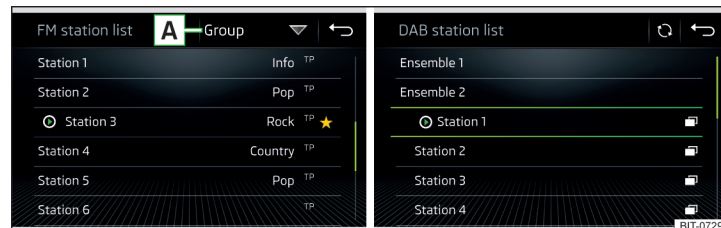
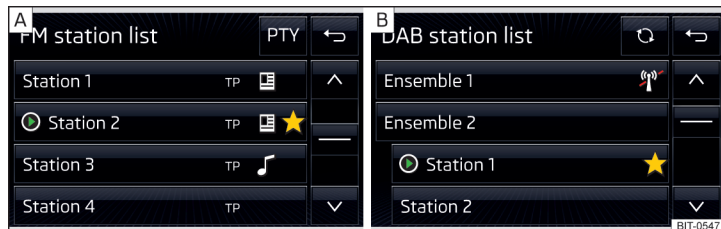

Fig. 149 Amundsen, Bolero: Ejemplo de la lista de emisoras FM/DAB disponibles:
Fig. 150 **Swing**: Ejemplo de la lista de emisoras FM/DAB disponibles (orden jerárquico)
- ▶ Para **clasificar** (FM) las emisoras en la secuencia alfabética, según grupo o género, pulsar la superficie funcional » fig. 149 » .
- ▶ Para la **filtración** de la emisora según el tipo de programa (p.ej. cultura, música, deporte, etc.), pulsar en la lista de emisoras FM (con la función RDS encendida) y en la lista de emisoras DAB (en la clasificación global seleccionada de la lista de emisoras) la superficie funcional **PTYA** » fig. 150 .
En el rango de radiodifusión **AM** y **DAB** se realiza la actualización manualmente pulsando la superficie funcional » fig. 149 o » fig. 150.